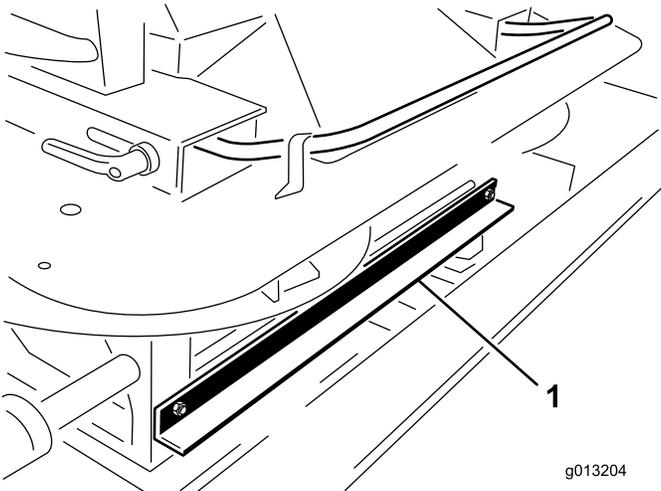

图 4
3. 从双甩盘的前面卸下将机器提升装置运输支架连接到双甩盘上的 2 个螺栓和螺母图 4。